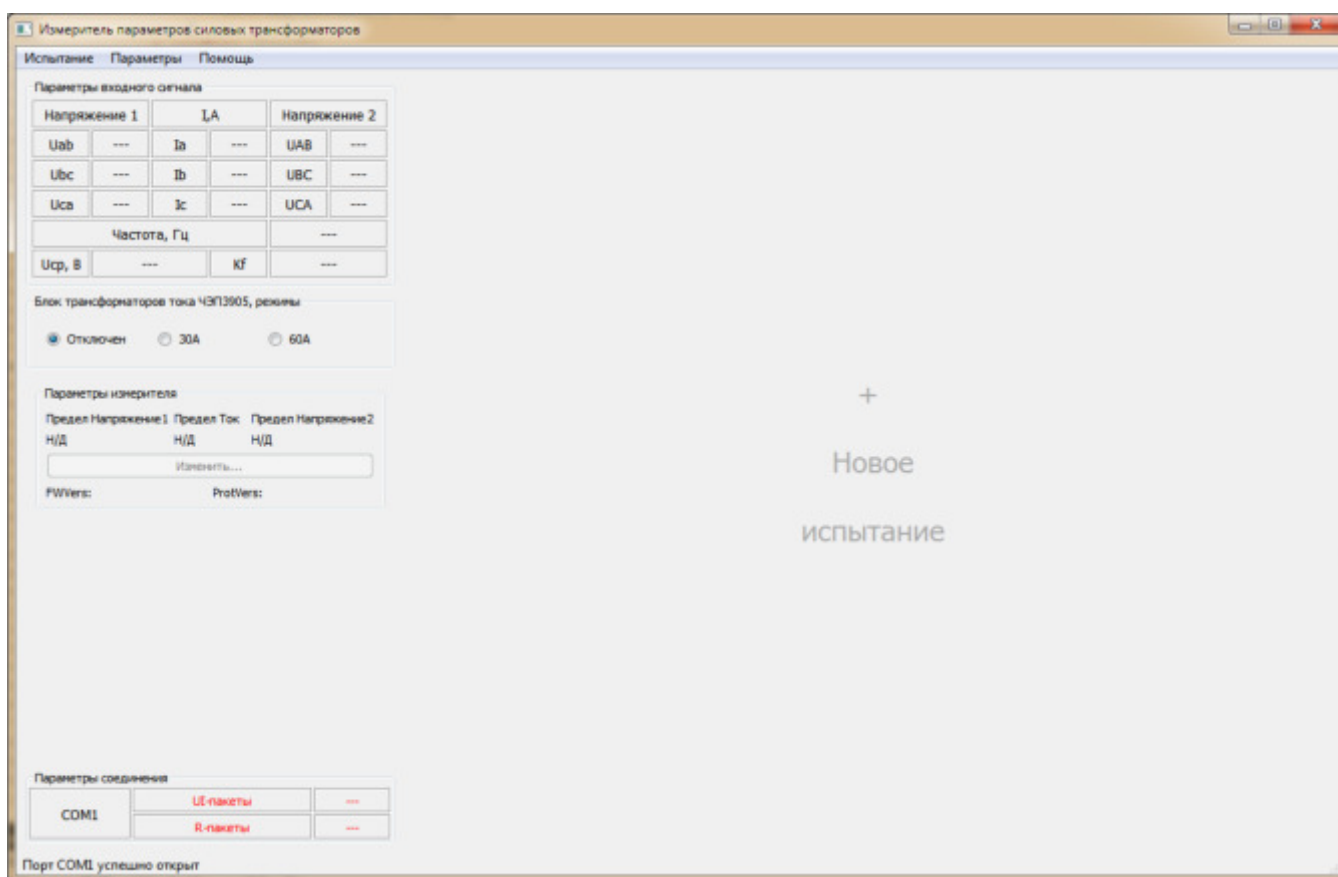

Рис. 4. Основное рабочее окно ПО «СЭИТ»
После запуска программы на экране появляется основное рабочее окно. Его вид представлен на рис. 4.
1) Запускаем ПО, дожидаемся загрузки и появления основного рабочего окна (рис. 4).